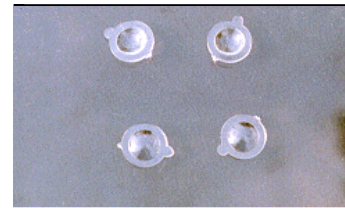

Figura 2 - Obiettivi di macchine fotografiche usa e getta.
*** Per realizzare l'oculare e l'obiettivo di questo microscopio utilizzeremo l'obiettivo di macchine fotografiche "usa e getta" (figura 2). Una volta esaurito il rullino, queste macchine fotografiche vengono consegnate al fotografo che ne tira fuori la pellicola e butta via tutto il resto. Quello che vi serve è proprio ciò che il fotografo butta via. Andate dunque a trovare il vostro fotografo e chiedetegli almeno quattro macchine fotografiche usa e getta. Cercate di prenderle tutte uguali. Se ne vorrete, il fotografo non avrà difficoltà a darvene anche di più. Prendetele perché vi possono servire di riserva. **ATTENZIONE!** Non aprite macchine provviste di flash perché rischiate di prendere una pericolosa scossa. Infatti, il circuito che alimenta il flash produce una tensione molto elevata. Per questo progetto prendete quindi soltanto macchine fotografiche prive di flash.